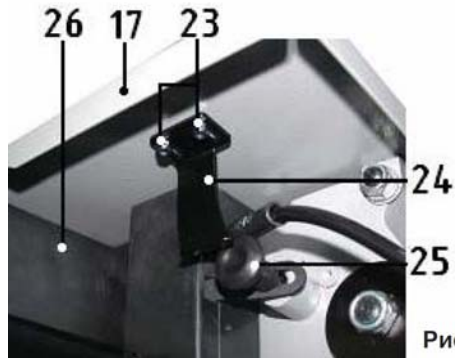

Рис. 3
8.1. Демонтаж транспортного крепления (Рис. 3)